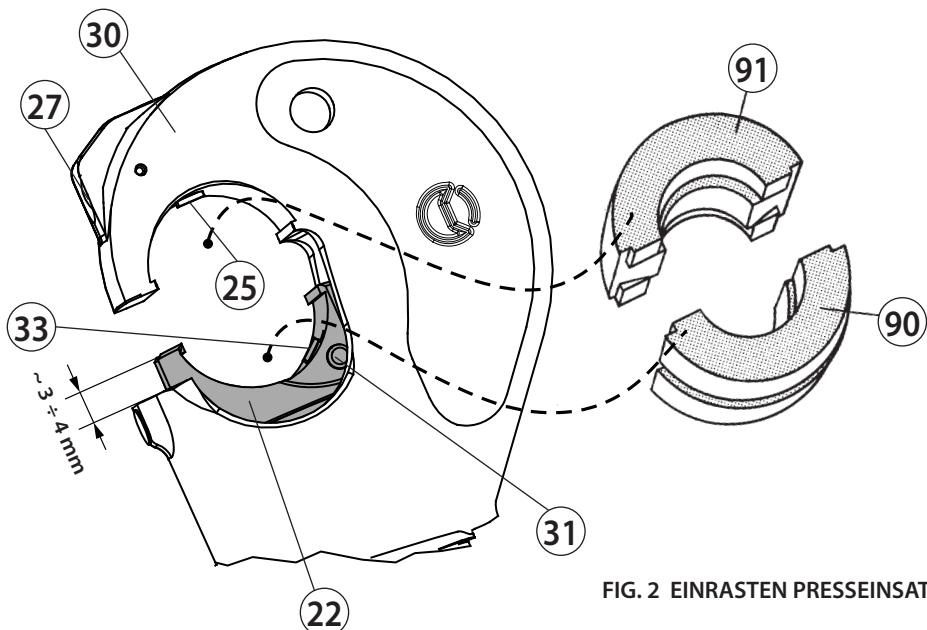

FIG. 2 EINRASTEN PRESSEINSATZE
- Den Drücker (57) gedrückt halten und die Griffe gut schließen: Auf diese Weise findet der Kolbenrücklauf statt, wobei sich die Presseinsätze öffnen.
3. PRESSEINSATZWECHSEL (Siehe Bild 2)